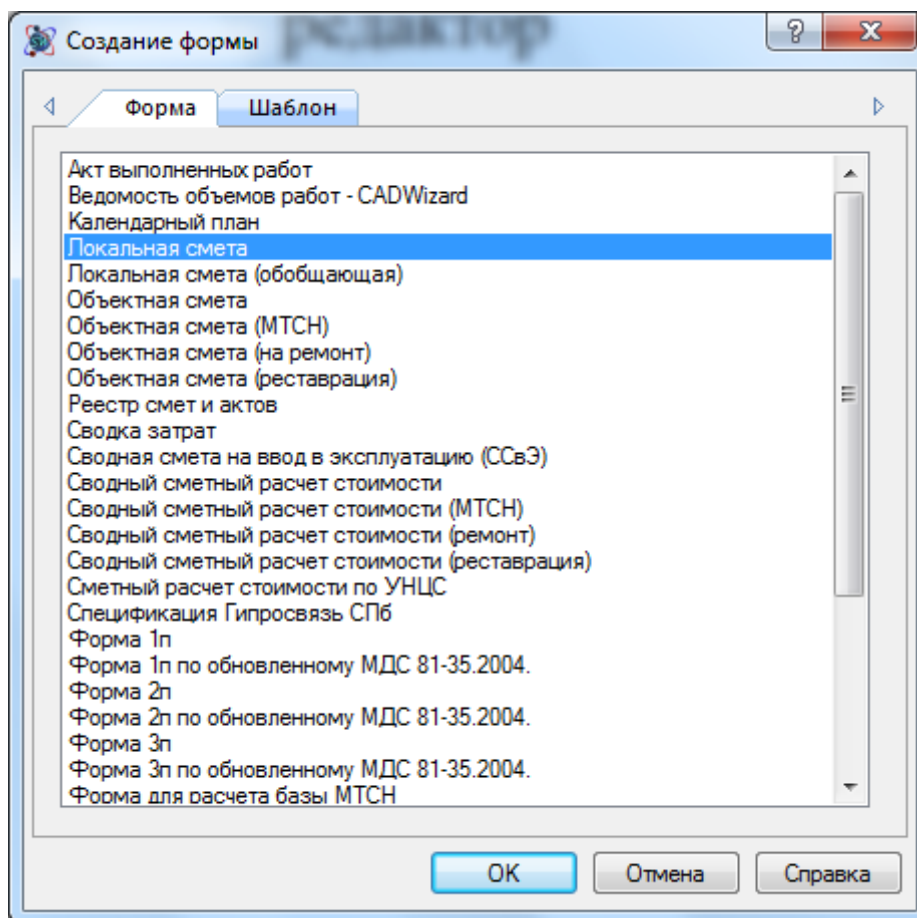

Рис. 3.2 Диалоговое окно Создание формы
2. В открывшемся диалоговом окне *Создание формы* (рис. 3.2) выбрать форму локальной сметы и нажать кнопку ОК.